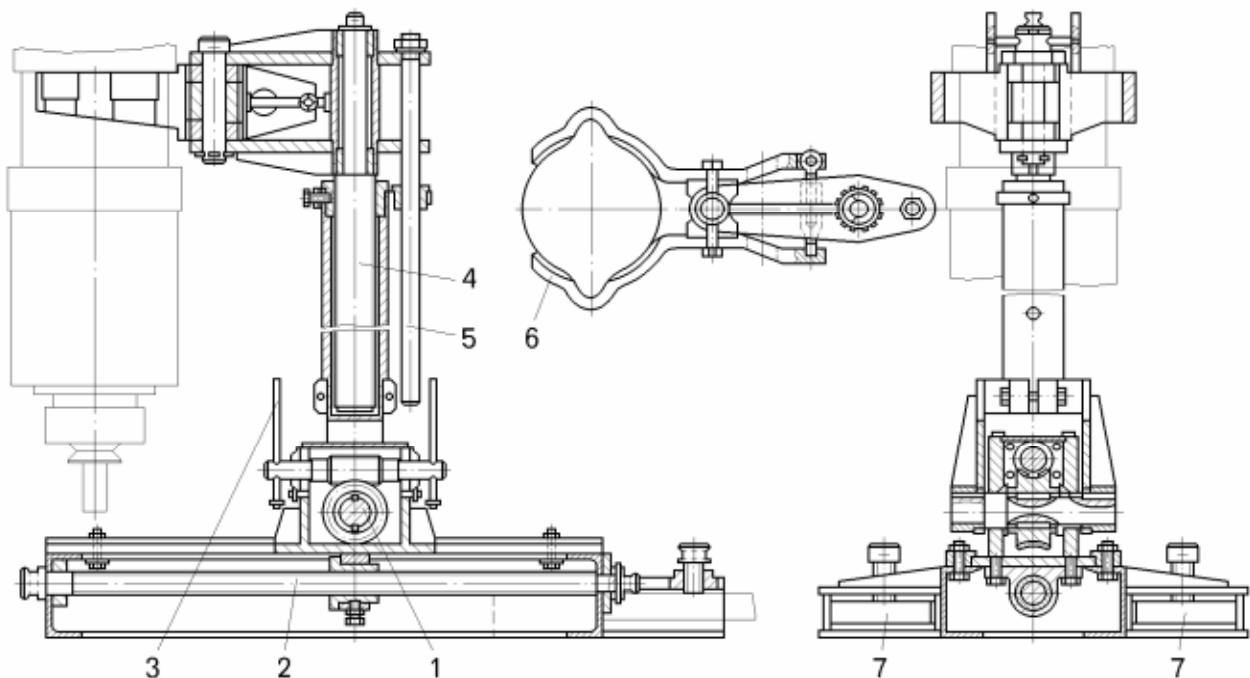

Рисунок 9.7 – Приспособление для снятия и установки цилиндров подвески с использованием автопогрузчика:
– установить захватное устройство между фланцем верхней крышкой 30 (смотри рисунок 9.4) и уплотнителем 29 цилиндра и надежно застопорите. (Используйте вилочный автопогрузчик, на вилах которого смонтировано приспособление (рисунок 9.7) с захватным устройством для снятия и установки цилиндров подвески);